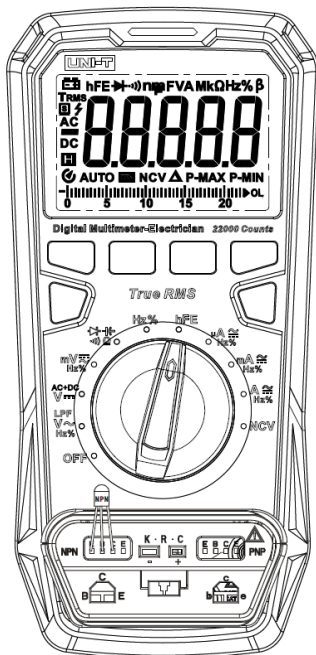

Рисунок 12
8.9. Измерение коэффициента усиления транзисторов (см. рисунок 12)